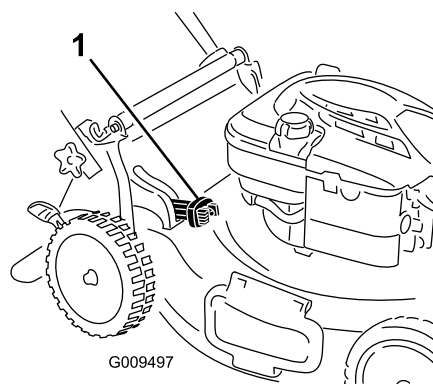

Figura 18
- Per raccogliere lo sfalcio e le foglie premete il pulsante che si trova sulla leva di comando del cesto e spostate in avanti la leva finché il pulsante non risale (Figura 18).